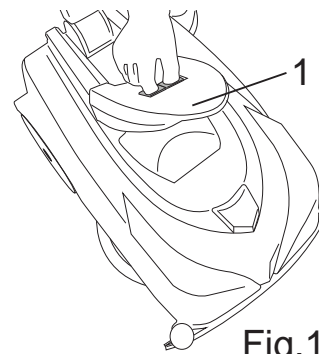

Fig.19
- Rasten Sie den Deckel des Schmutzwassertanks aus, indem Sie die beiden Schiebeverschlüsse nach innen drücken (Abb.19, Pkt.1).